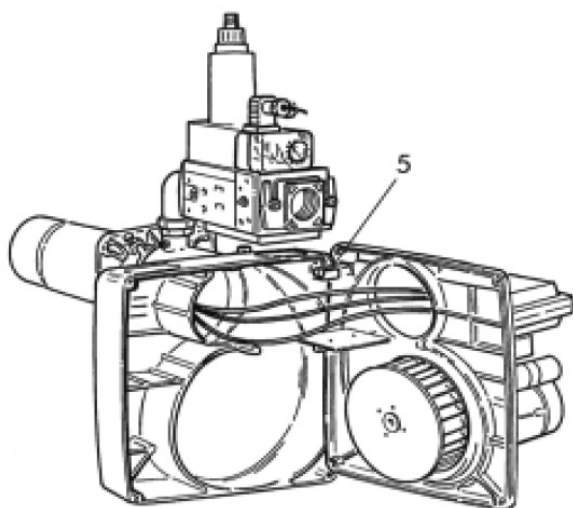

fig. 5
- Agganciare la piastra portacomponenti nella posizione di servizio 5 (fig.5, 5A).